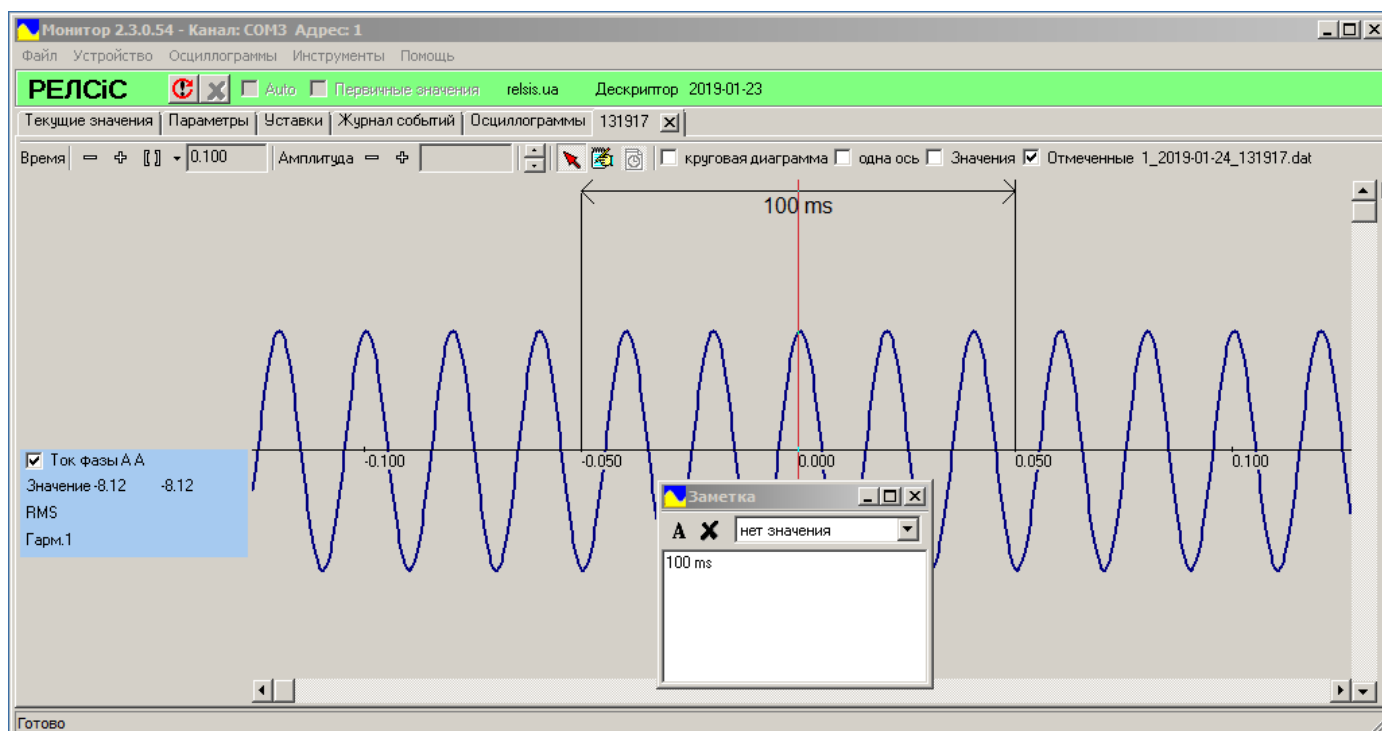

Рисунок 58 – Замер времени на осциллограмме
– провести замер времени и сохранить измеренный диапазон со значением в виде линейки на конкретной оси с возможностью ее редактирования (рисунок 58).
Для сохранения измеренного диапазона в виде линейки необходимо после установки двух линий выбрать необходимую ось (выбранная ось подсвечивается голубым цветом) и нажать на кнопку «Замер времени». После этого обе линии пропадут, а на их месте появится линейка со значением диапазона (рисунок 58). Надпись на линейке можно редактировать, нажав «ПКМ» на ее начало (левая линия лентейки). В всплывающем окне